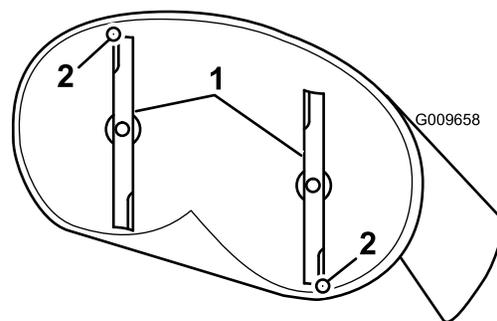
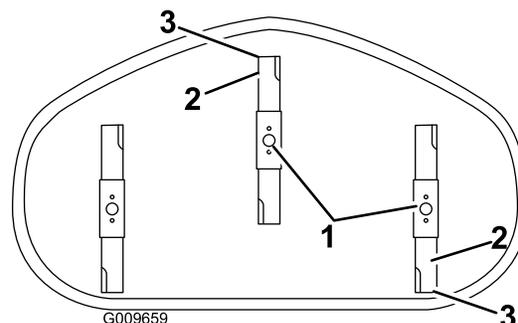

Figura 62
Figura 63
4. Gire cuidadosamente las cuchillas colocándolas en el sentido de avance de la máquina (Figura 62 y Figura 63).
5. Mida entre la punta de la cuchilla delantera y la superficie plana y entre la punta de la cuchilla trasera y la superficie plana (Figura 62 y Figura 63). Si la punta de la cuchilla delantera no está entre 1,6 y 7,9 mm más baja que la punta de la cuchilla trasera, ajuste la contratuerca delantera.
8. Compruebe la inclinación longitudinal de nuevo después del ajuste. Siga ajustando la tuerca hasta que la punta de la cuchilla más avanzada esté entre 1,6–7,9 mm más baja que la punta de la cuchilla más atrasada (Figura 62 y Figura 63).